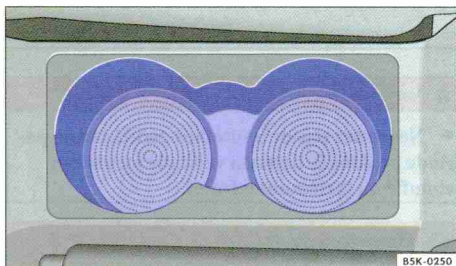

Fig. 108 Dans la console centrale avant : porte-boissons, variante A.
- Déposez la boisson dans le porte-boisson ⇒ fig. 108. **Ou**